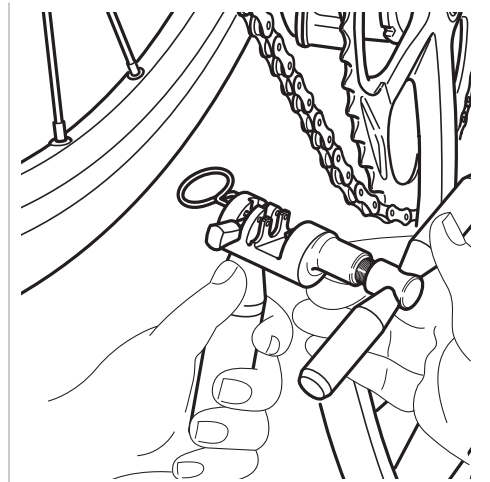

Fig.18
- Positionnez l'outil UT-CN400 (12s) / UT-CN300 (11s / 12s) de la façon indiquée sur la Fig. 18.